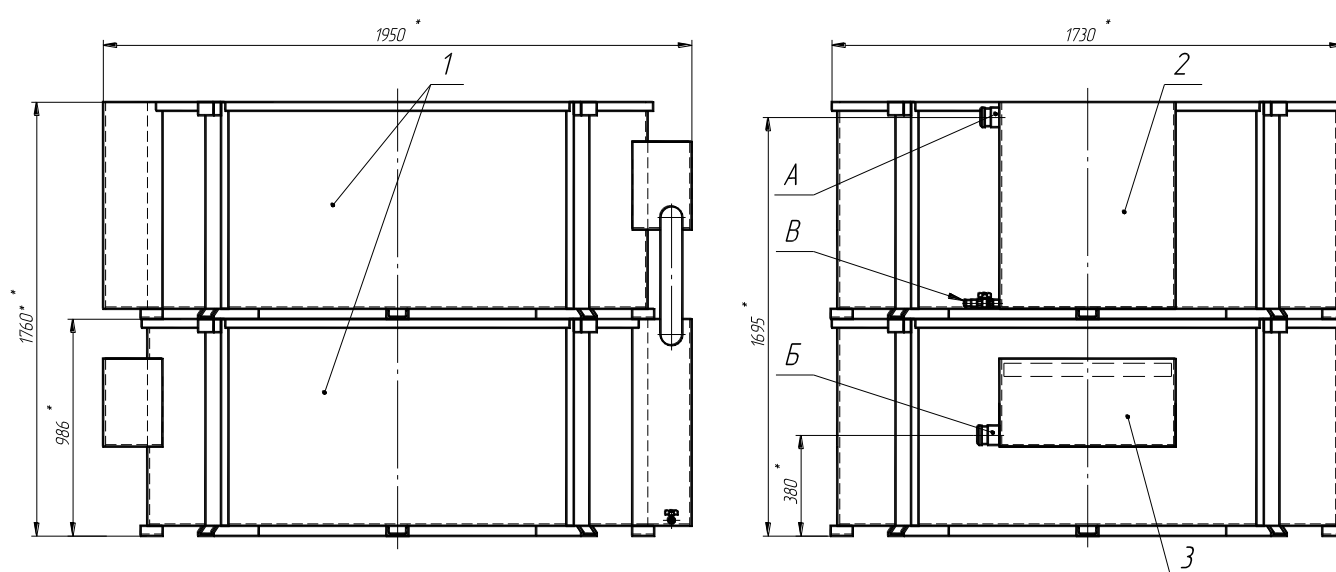

Рис. 1. Фильтр сорбционный двухступенчатый «ФСД-10».
Габаритные и привязочные размеры – см. рис. 1; диаметры патрубков – см. таблицу 3.
4. Устройство и принцип действия (рис. 1)